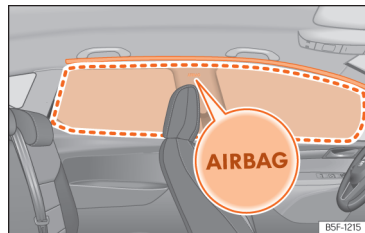

Рис. 33 Місце розташування й зона розкриття шторки безпеки.
Шторки безпеки розташовані над дверима по обидва боки салону автомобіля >>> **рис. 33** й позначені написом "AIRBAG".
Коли спрацьовує подушка безпеки для голови, вона покриває позначену зону (зона розкриття) >>> **рис. 33**. Ніколи не кладіть і не прикріплюйте предмети у цій зоні >>> **▲**.
• Пильнуйте, щоб діти правильно сиділи на своїх сидіннях і не тримали голову в зоні розкриття шторок безпеки >>> **рис. 33**, адже в разі аварії подушки можуть спрацювати й завдати серйозних травм.